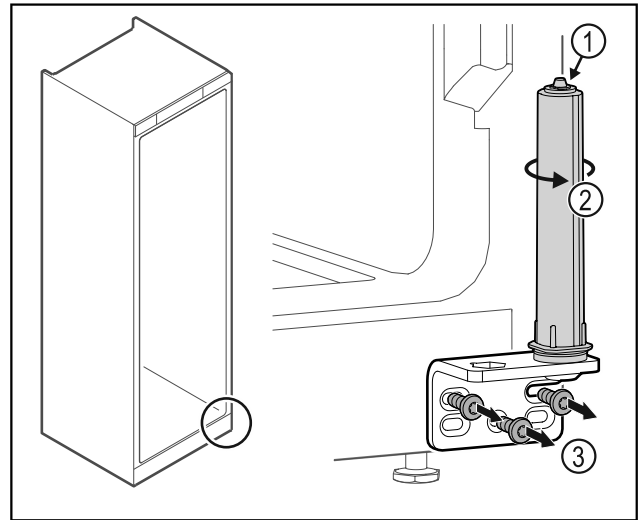

Fig. 35
- ▶ Не розбирати систему закриття дверей Fig. 35 (1).
- ▶ Повертати систему закриття Fig. 35 (2) до клацання.
- ▶ Відкрити шарнірний кутик Fig. 35 (3).